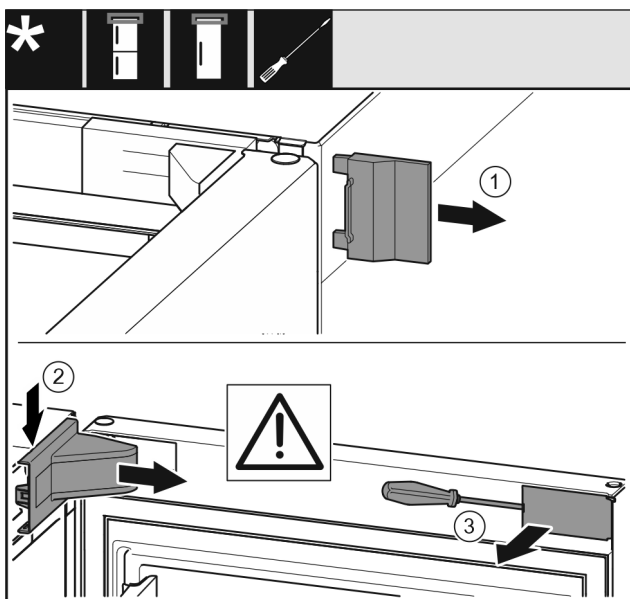

Fig. 8
- Зніміть зовнішню кришку Fig. 8 (1).
- Від'єднайте та зніміть кришку опорного кронштейна Fig. 8 (2).
- За допомогою шлицьової викрутки звільніть від фіксатора та поверніть убік накладку Fig. 8 (3).